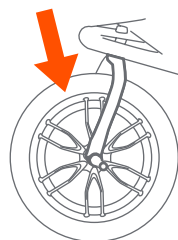

Fig. 24
- 24) • Levante la rueda delantera hasta que no toque el suelo y déle un golpe firme al neumático (la llanta) (Fig. 24). La rueda no debe de aflojarse o caerse.